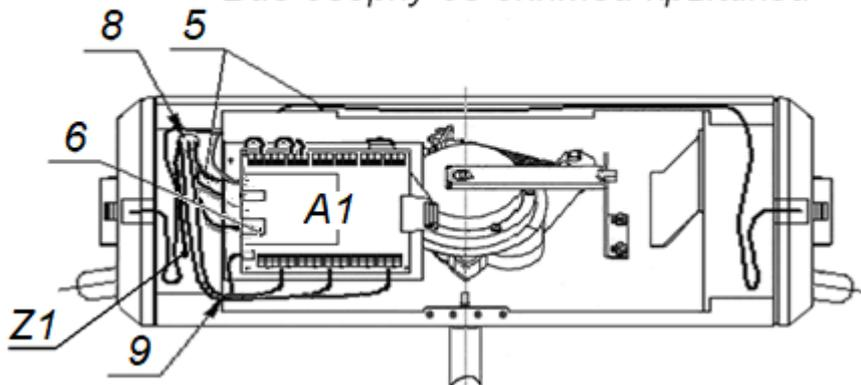

Рисунок 12. Схема прокладки кабелей в стойке ЭП
6. Подготовьте в полу отверстия под гильзы анкеров для крепления стойки ЭП. Установку и крепление стойки производите после прокладки всех кабелей в кабельном канале и внутри стойки. Схема прокладки кабелей в стойке показана на рис. 12.
8. Снимите крышку стойки ЭП (3), открыв ключом замок (4) (см. разд. 6).
9. Протяните кабели внутри стойки. Рекомендуемое расположение кабелей при прокладке внутри стойки показано на рис. 12.
16. Выполните заземление стойки ЭП в соответствии с требованиями ПУЭ («Правила устройства электроустановок»). Контакт заземления **Z** находится под крышкой стойки (3), слева от плат контроллера (см. рис.12).
18. Установите на место крышку стойки (3) (см. разд. 6). Проведите пробное включение ЭП согласно разд. 9.1.